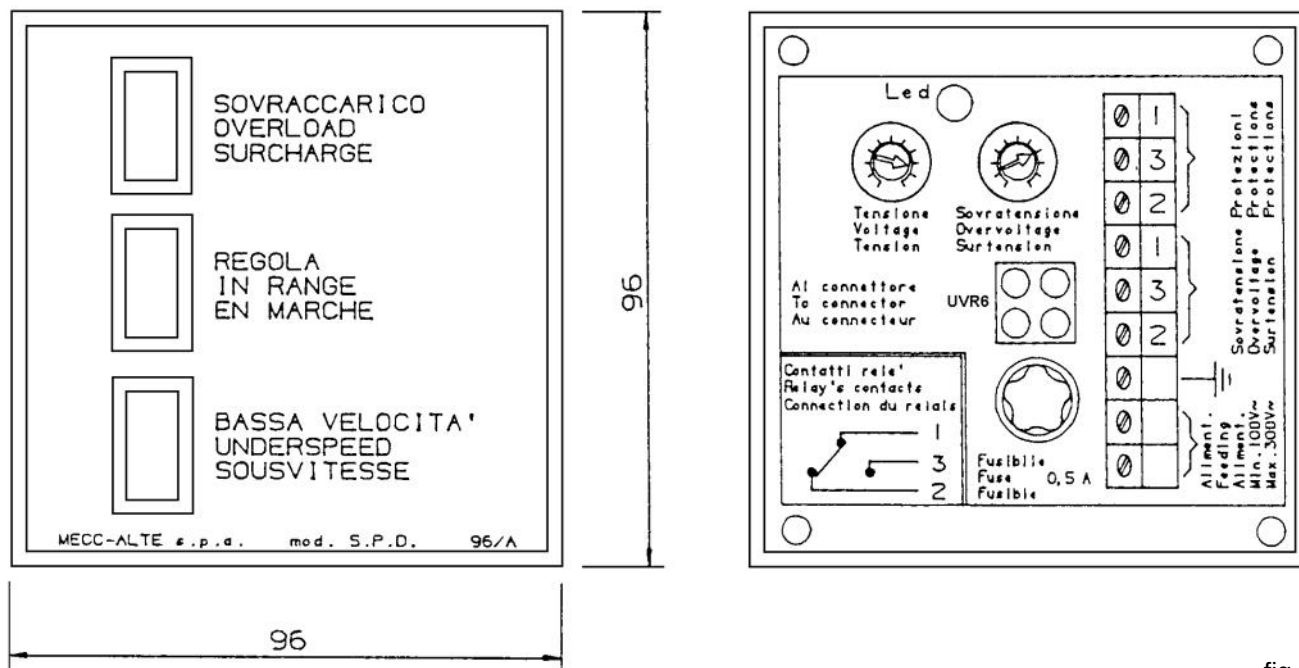

fig. 18
-) Tra i morsetti "Protezioni" (vedi fig. 18) si deve avere: contatto 1-3 = aperto, contatto 1-2 = chiuso.
-) The "Protection" terminals should be in the following state (see fig. 18): contact 1-3 = open, contact 1-2 = closed.
Tra i morsetti "Protezioni" (vedi fig. 18) si deve avere: contatto 1-3 = chiuso, contatto 1-2 = aperto.
Tra i morsetti "Protezioni" (vedi fig. 18) si deve avere: contatto 1-3 = chiuso, contatto 1-2 = aperto
-) Ruotare entrambi i trimmer dell'SPD96/A in senso antiorario; il led rosso posto sopra i due trimmer deve essere spento e tra i morsetti "Sovratensione" si deve avere: contatto 1-3 = aperto, contatto 1-2 = chiuso (vedi fig. 18).
The "Protection" terminals should be in the following state (see fig. 18): contact 1-3 = closed, contact 1-2 = open.
-) Turn both the SPD96/A trimmers anticlockwise; the red LED positioned above the two trimmers should be off and the "Overvoltage" terminals should be in the following state: contact 1-3 open, contact 1-2 closed (see fig. 18).
zione del contatto "Sovratensione" (vedi fig. 18): conat-
"Overvoltage" contact (see fig. 18): contact 1-3 closed,